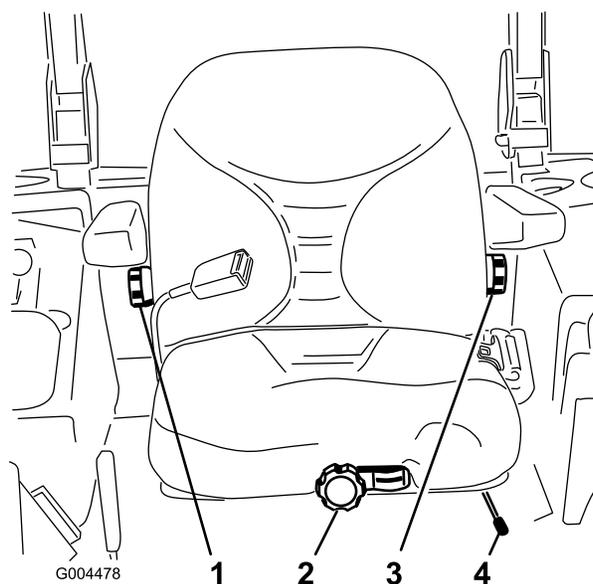

Рисунок 14
1. Для выполнения регулировки передвиньте рычаг в поперечном направлении, чтобы разблокировать сиденье (Рисунок 14).
направлениях, пока не будет достигнуто максимально комфортное положение (Рисунок 14).
Для регулировки спинки сиденья поворачивайте ручку под правым подлокотником в обоих направлениях, пока не будет достигнуто максимально комфортное положение (Рисунок 14).
Для регулировки спинки сиденья поворачивайте ручку под левым подлокотником в обоих направлениях, пока не будет достигнуто максимально комфортное положение (Рисунок 14).